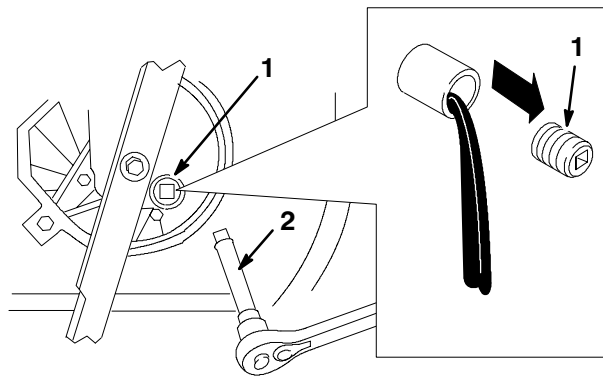

Figure 14
5. Retirer le bouchon de vidange d'huile, redescendre la tondeuse en position d'utilisation, et laisser l'huile s'écouler dans le bac de vidange (Fig. 14).